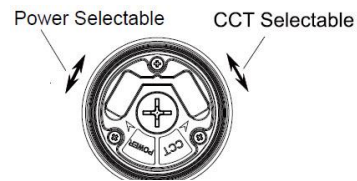

Figure 1
- 4: Utilisez le sélecteur pour choisir le réglage CCT et Wattage. (Figure 1)